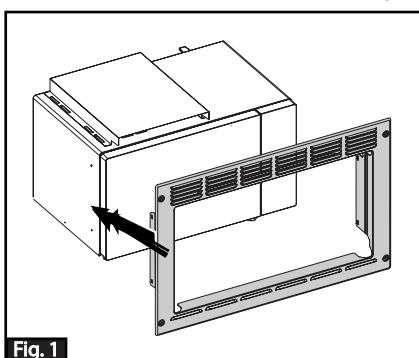

Fig. 1
2. Faire glisser le kit de garniture sur le four à micro-ondes (Fig. 1) de manière à ce que la face du four et le kit de garniture soient en affleurement.